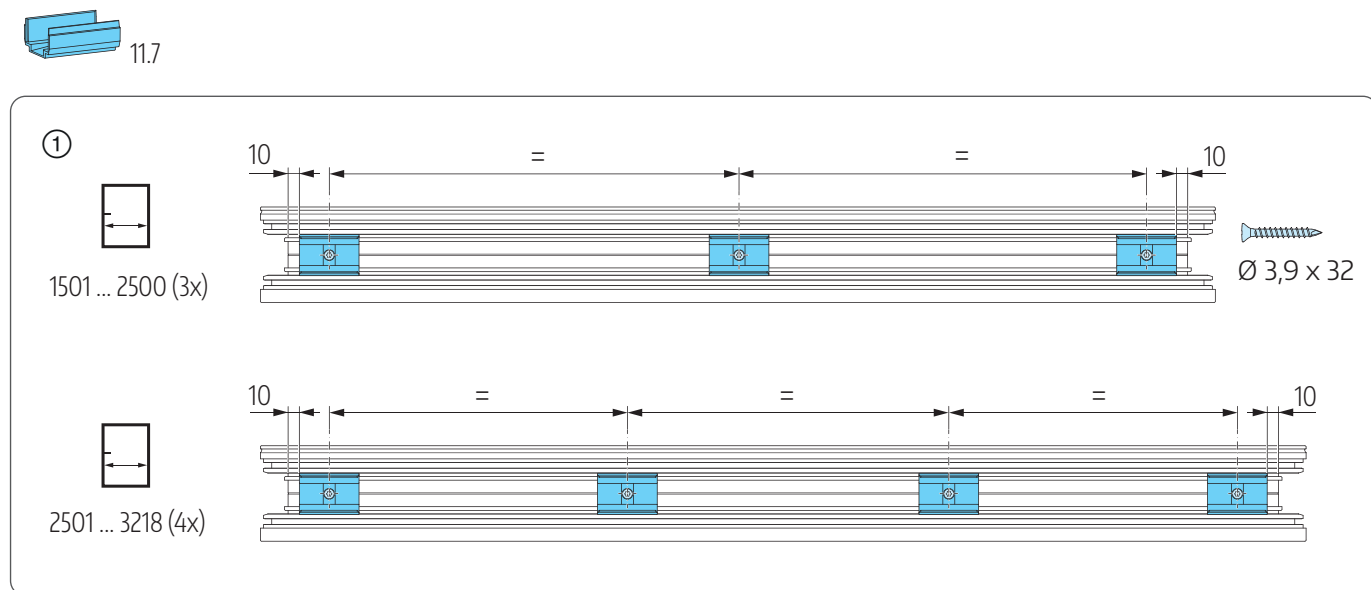

Abb. 57
① Führungen oben 11.7 in Beschlagaufnahmenut einsetzen und mit Schrauben $\text{Ø } 3,9 \times 32$ am Flügelprofil festschrauben; **Abb. 57**.